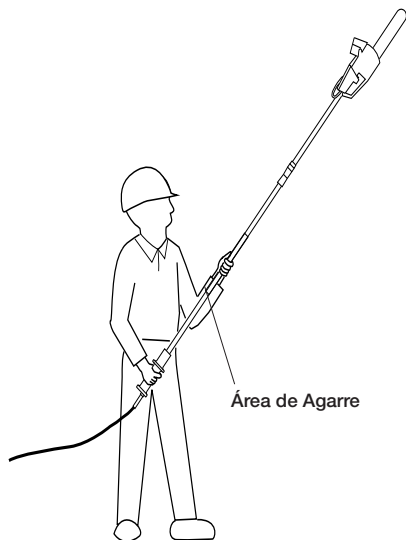

Figura 19 - Áreas de Agarre Designadas
2. Use ambas manos para agarrar la Sierra de Pértiga. Cuando opere la Sierra de Pértiga use solamente las áreas de agarre designadas (vea la Figura 19). Aplique un agarre firme. Los pulgares y dedos deben envolverse alrededor del mango de la sierra y de la pértiga.